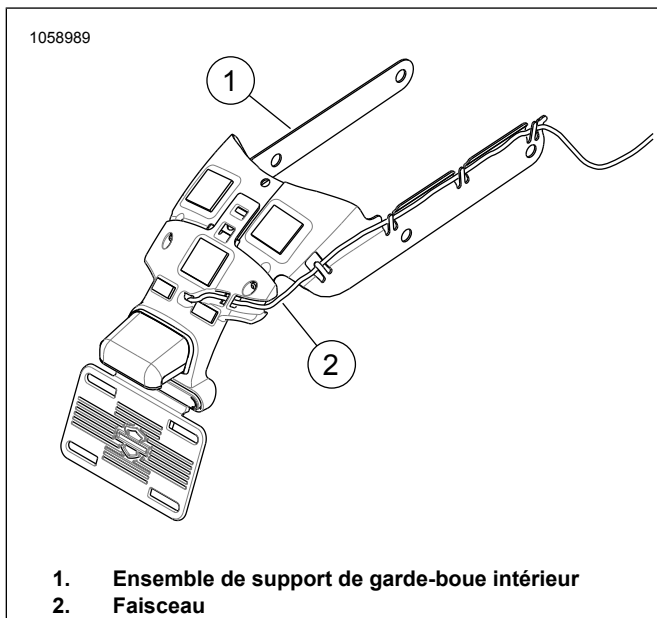

Figure 3. Ensemble de support de garde-boue intérieur (standard)
9. Voir la figure 3. Acheminer le faisceau (2) via l'ensemble de support de garde-boue intérieur (1).